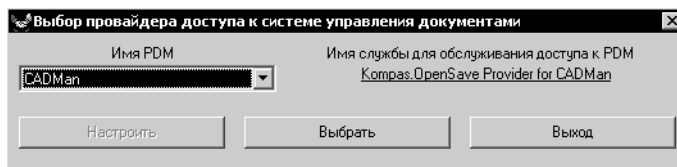

Рис. 3.90. Выбор системы PDM
4. В поле **Имя PDM** выберите нужную систему PDM и нажмите кнопку **Выбрать** (рис. 3.90).